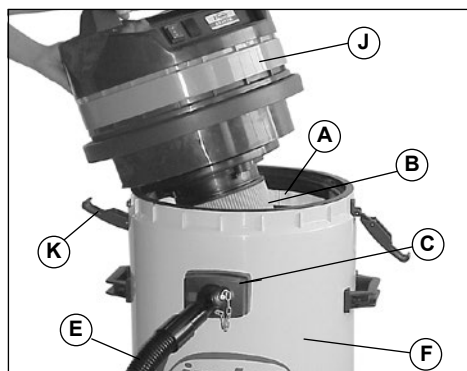
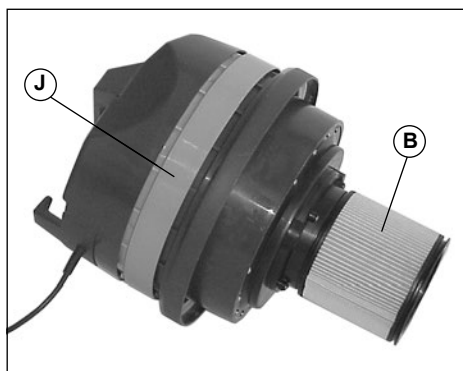

Fig. 1
Fig. 2
- Filtr poliestrowy A (Rys. 1) lub torba papierowa zostały poprawnie zamocowane w zbiorniku.
- Wkład filtrujący B (Rys. 1) został poprawnie zamocowany w górnej jednostce silnika.
- Włóż filtry A i B (Rys. 1 i 2). Jeśli używasz torby filtrującej, zainstaluj jedynie wkład filtrujący B (Rys. 2).
- Zamocuj pokrywę z silnikiem na zbiorniku i zablokuj ją za pomocą zawiasów K (Rys. 1).
- Włóż rurę E w otwór C (Rys. 1).
- Wyjmij filtry A i B (Rys. 1 i 2)